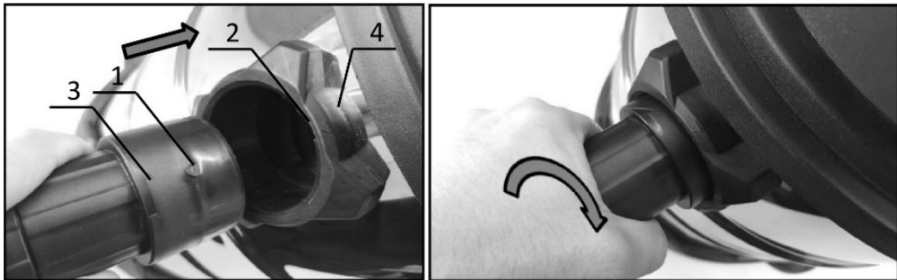

Рисунок 6. Схема під'єднання гнучкого повітряного рукава до виробу.
3. Під'єднати гнучкий повітряний рукав до вхідного гнізда на корпусі виробу, контролюючи спрацювання фіксатора рукава (рис. 6).
3. Повернути верхню кришку на місце та під'єднати гнучкий повітряний рукав до вхідного гнізда (рис. 6).